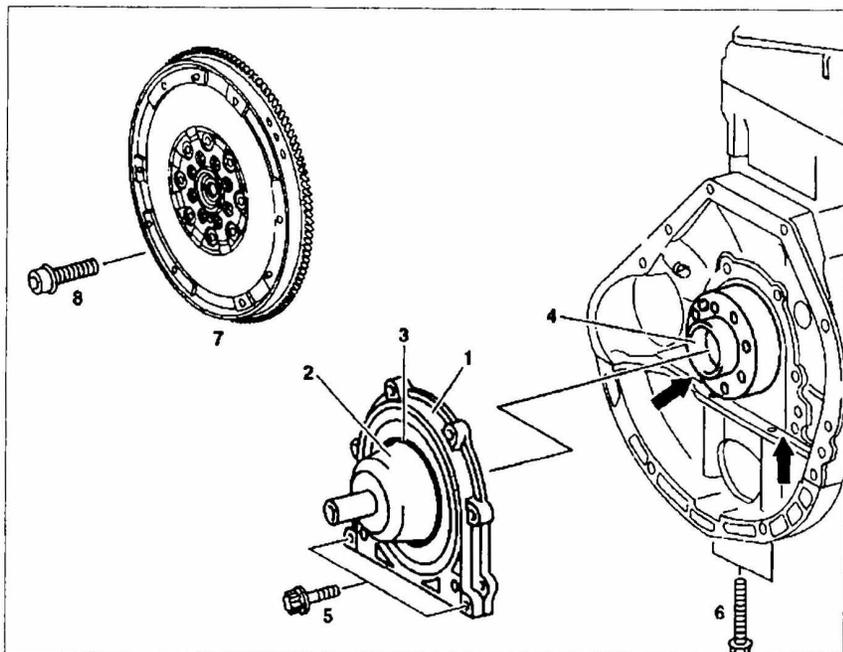

Рис. 7. Снятие и установка задней крышки вместе с сальником:
4. Снимите заднюю крышку 1 с сальником с блока цилиндров (рис. 7).